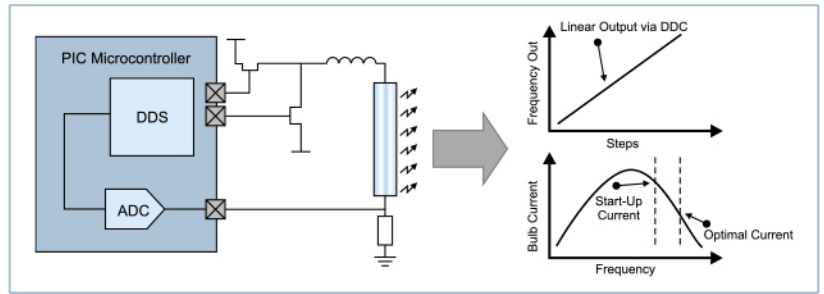

Рис. 13. Управление флуоресцентной лампой
- Пример управление флуоресцентной лампой показан на рис. 13.